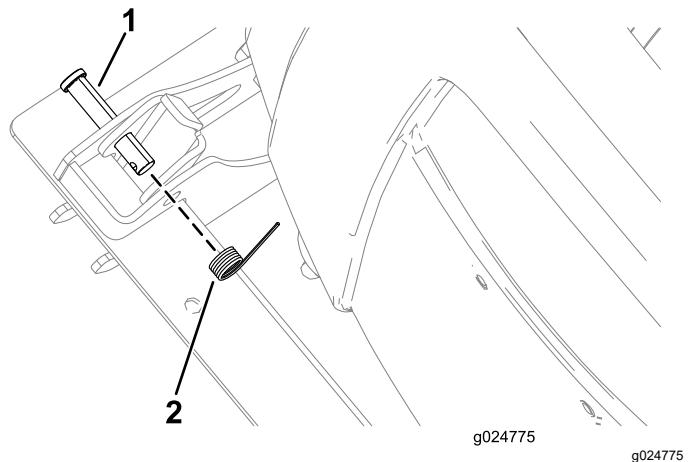

Bild 24
7. Setzen Sie die Feder auf den Lastösenbolzen (**Bild 24**).